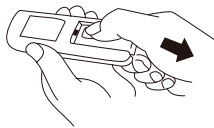

Fig.1
b) Ouvrez le couvercle du fusible. Faites glisser le couvercle d'accès au fusible sur le dessus de la fiche de branchement et vers les broches pour l'ouvrir. (Fig. 1)